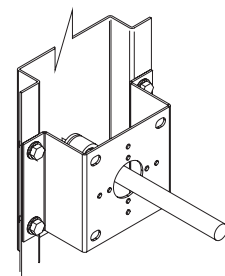

Figura 3 — Posición del Soporte de Montaje Vertical
- d. Instale un soporte de montaje vertical con rodamientos sobre el eje de control extendido y fije el soporte al marco del regulador de tiro con (4) tornillos Tek N° 14 (proporcionados por terceros). Asegúrese de que los tornillos no interfieran con el enlace del regulador de tiro o el movimiento de la paletas. Consulte la Figura 3.